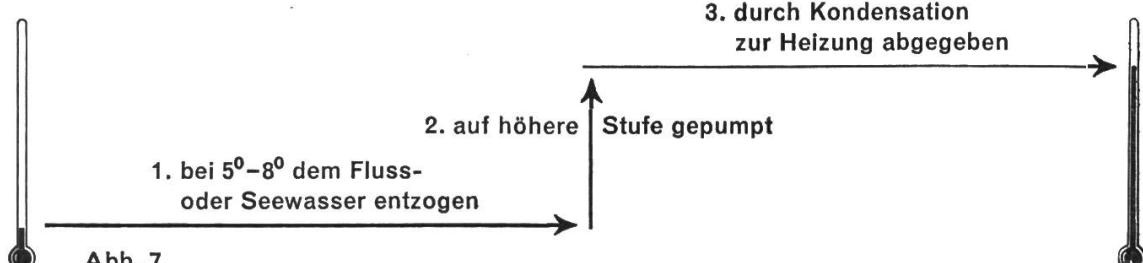

Abb. 7
1. Der Siedepunkt steigt mit dem Druck, so dass der ehemals kalte Dampf seine Kondensationswärme bei einer praktisch verwertbaren Heiztemperatur abgeben kann. Abb. 7 zeigt schematisch die einzelnen Stufen.